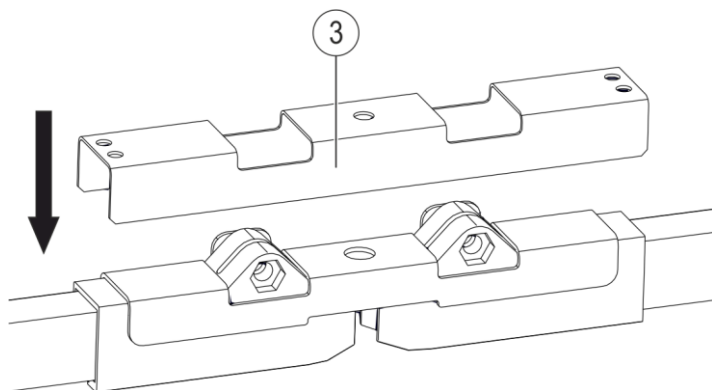

Fig. 99 : Mettre en place le couvercle
→ Placer le couvercle (pos. 3) sur la tôle (pos. 2) (voir Fig. 99).